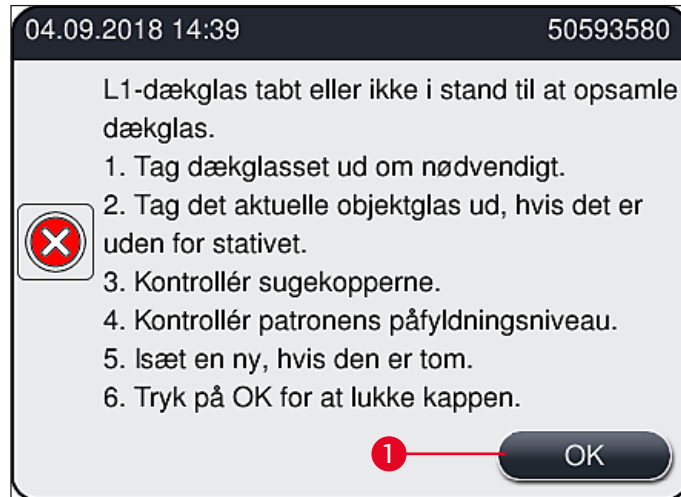

Fig. 111
Hvis **Pick&Place-modulet** mister et dækglas under transport til objektglasset, eller hvis **Pick&Place-modulet** ikke kan fjerne et dækglas fra dækglasskassetten efter 3 forsøg, får brugeren besked om dette via en fejlmeddelelse (→ Fig. 111).
- ① Hvis denne meddelelse (→ Fig. 111) vises, skal brugeren først kontrollere, om et dækglas er blevet tabt under transport til objektglasset, eller om **Pick&Place-modulet** ikke var i stand til at tage et dækglas fra dæglaskassetten.